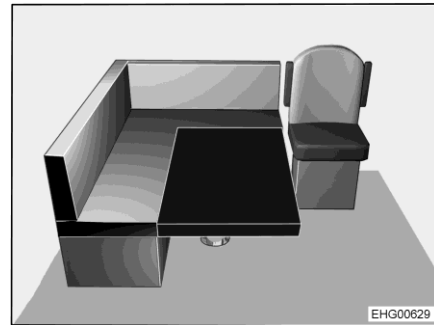

Bild 69 Efter ombyggnaden
- Lägg extra dynan som det Bild 69 visas på bordet. Det avrundade hörnet visar framåt till höger.